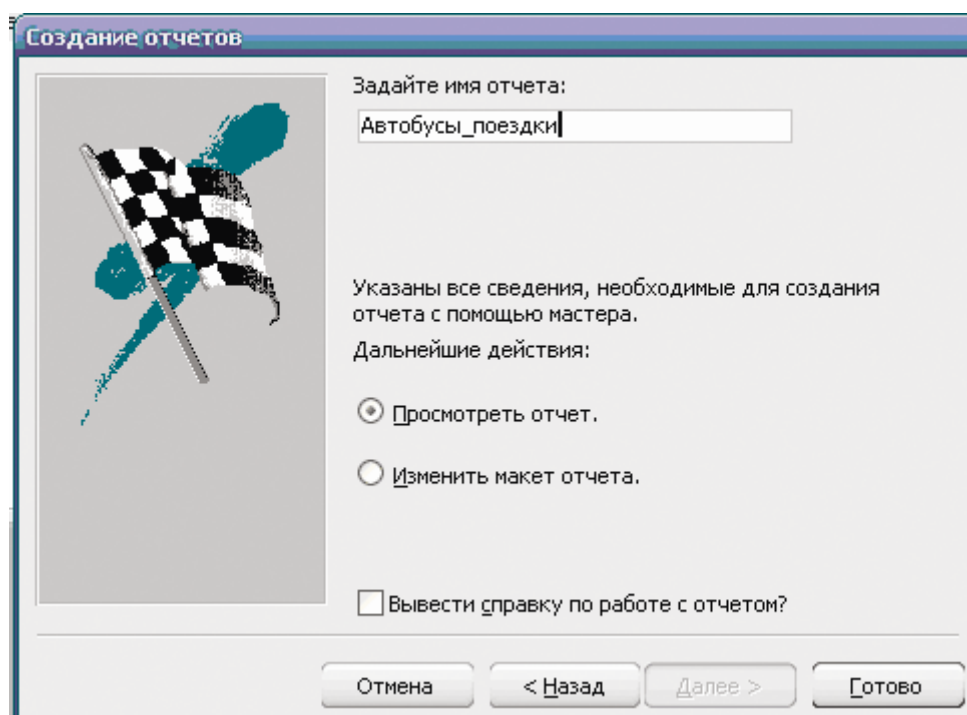

Рис. 41– Диалоговое окно *Создание отчетов* – задание имени отчета
14. Выполнить щелчок левой клавишей по кнопке . На экране появится диалоговое окно задания имени отчета (рис. 41).
3. Выбрать созданный отчет Автобусы_Поездки, в строке меню выбрать команду  и щелкнуть левой клавишей мыши. На экране появится диалоговое окно Автобусы_Поездки: отчет (рис. 41).